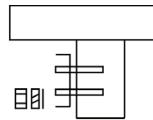

Рис. 2
2. Ввинтите шурупы в бетонную стену. Подвесьте на них монтажную пластину и закрепите ее винтами. (Рис. 2)